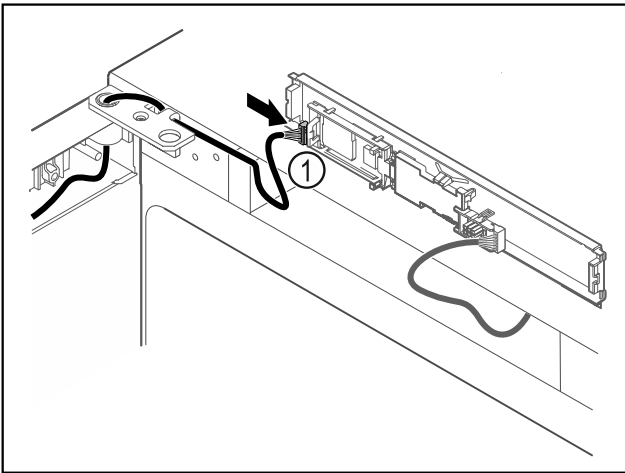

Fig. 65
- ▶ Stecker Fig. 65 (1) an Platine anstecken.